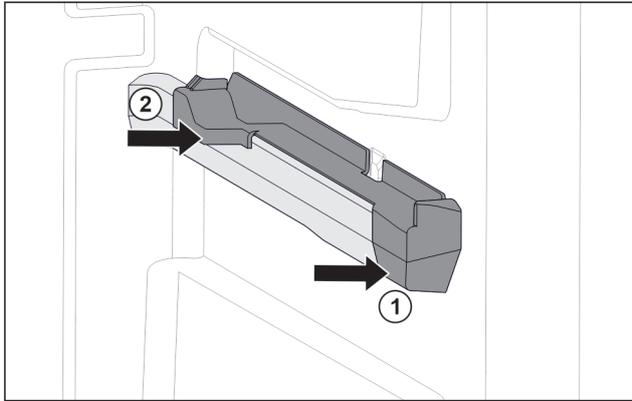

Fig. 63 Elemento inseribile sulla nervatura destra del contenitore
- ▶ Posizionare l'elemento inseribile sulla parte anteriore della nervatura del contenitore. Fig. 63 (1)
- ▶ Premere l'elemento inseribile sulla parte posteriore. Fig. 63 (2)